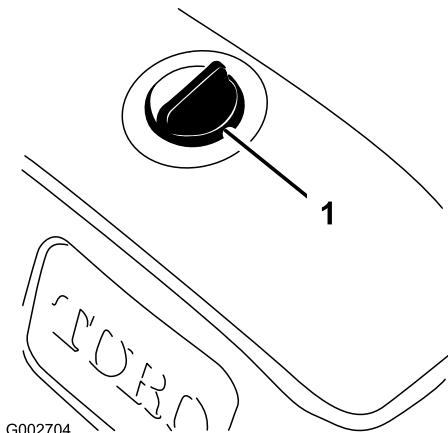

Рисунок 8
- Очистите область вокруг крышки маслобака, чтобы исключить попадание мусора в бак (Рисунок 8).